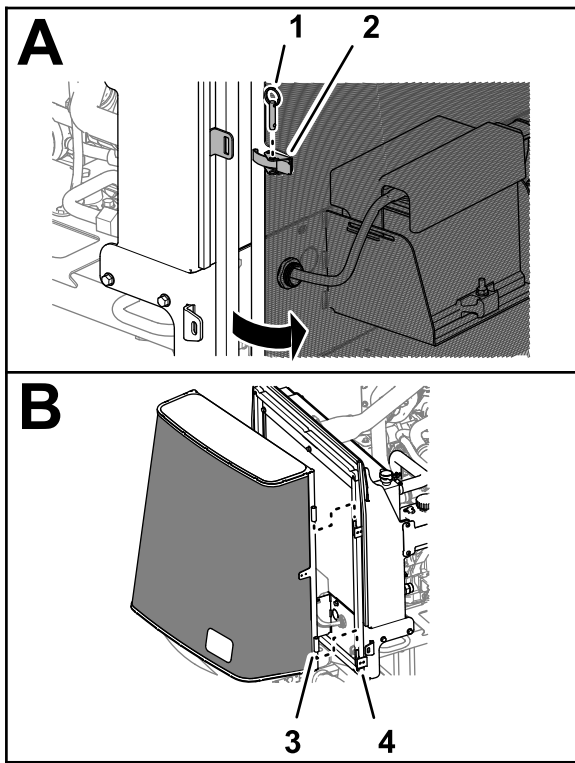

Bild 2
4. Entfernen Sie den Kugelstift von der Gitterverriegelung (Bild 2).
5. Entriegeln Sie das Gitter (Bild 2).
6. Heben Sie das Gitter von den Schwenkbügeln des Kühlerrahmens ab (Bild 2).